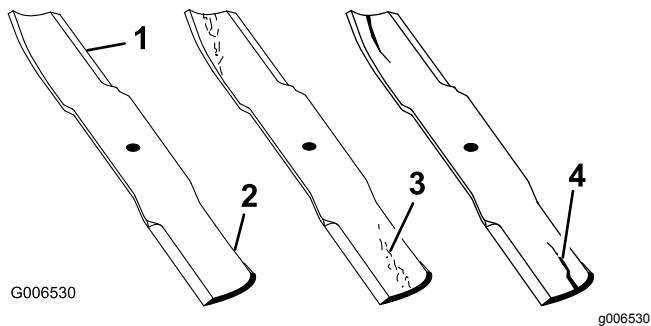

Figura 95
1. Inspeccione los filos de corte (Figura 95).
4. Si observa fisuras, desgaste o la formación de una ranura en esta zona, instale de inmediato una cuchilla nueva (Figura 95).